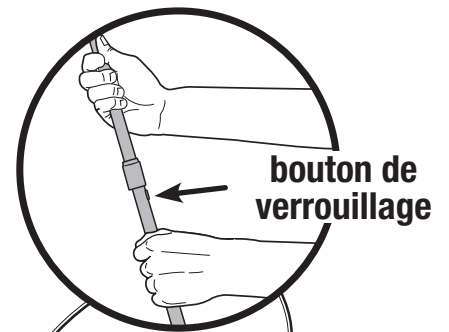

Fig. 6
- Abaissez l'armature, montant par montant, en enfonçant le bouton de verrouillage puis en escamotant le montant télescopique. (Fig. 6)